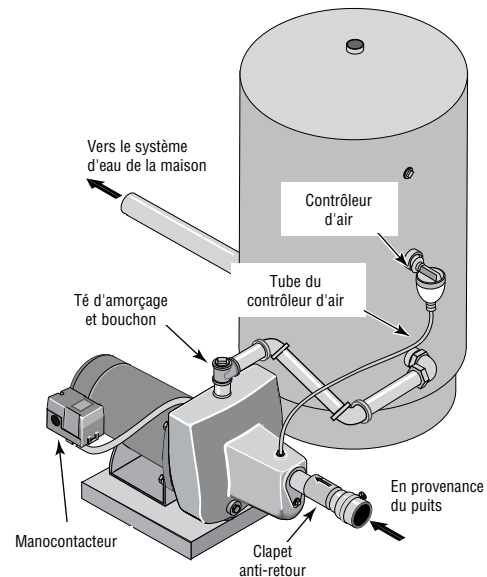

Figure 5 : Branchements sur un réservoir standard
BRANCHEMENT SUR UN RÉSERVOIR STANDARD (Figure 5)
- 1 ° Poser un té dans l'orifice de refoulement de la pompe (voir la Figure 5).
- 3 ° Déposer le bouchon fileté de 1/8 de pouce NPT de l'orifice du contrôleur d'air de la pompe (voir la Figure 5). Poser un tube entre l'orifice du contrôleur d'air de la pompe et l'orifice du contrôleur d'air monté sur le réservoir. Pour plus de détails, se reporter aux instructions fournies avec le réservoir et le contrôleur d'air. L'emplacement de l'orifice du contrôleur d'air variera en fonction du modèle de pompe (se reporter aux vues éclatées, page 9).